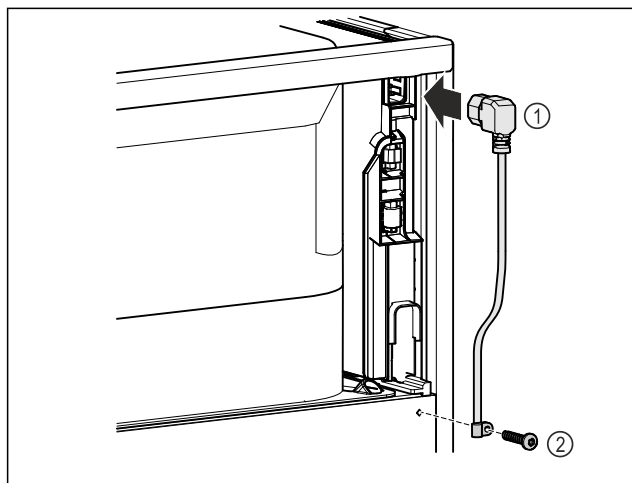

Fig. 68
- ▶ Kaltgerätebuchse der Netzanschlussleitung Fig. 68 (1) auf der Rückseite des Gerätes einstecken.
- ▶ Zugentlastung montieren. Fig. 68 (2)